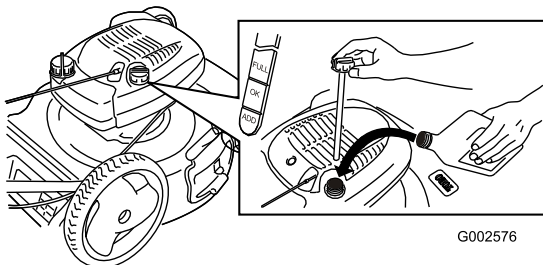

Figure 10
1. Retirez la jauge, essuyez-la sur un chiffon et remettez-la dans le goulot de remplissage (Figure 10).
2. Sortez de nouveau la jauge et contrôlez le niveau d'huile (Figure 10). Si le niveau n'atteint pas le repère minimum (**Add**) de la jauge, versez **lentement** suffisamment d'huile dans le goulot de remplissage pour faire monter le niveau au repère maximum (**Full**). **Ne remplissez pas excessivement.** (Remplissage max. : 0,6 l, type : huile détergente SAE 30W de classe de service API SF, SG, SH, SJ, SL ou supérieure.)